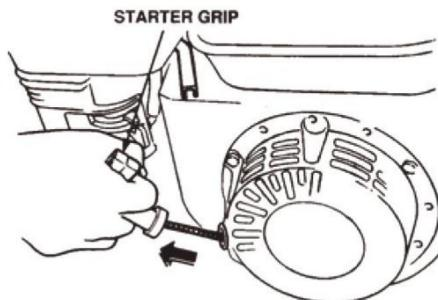

FIG.10
- 9.6 Saisissez la poignée de démarrage (FIG. 10) et retirez-la lentement. La résistance